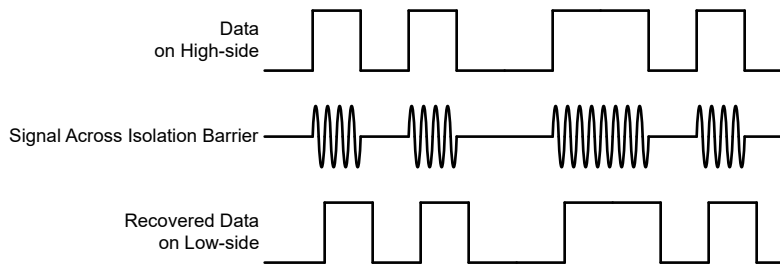

図 6-2. OOK ベースの変調方式
AMC23C10 は、SiO₂ ベースの絶縁バリア越しにコンパレータの出力状態を送信するため、図 6-2 に示すオン / オフ キーイング (OOK) 変調方式を採用しています。「機能ブロック図」に示す送信ドライバ (TX) は、デジタル 1 を表すために内部で生成された高周波キャリアを絶縁バリア越しに送信します。デジタル 0 を表す信号は送りません。